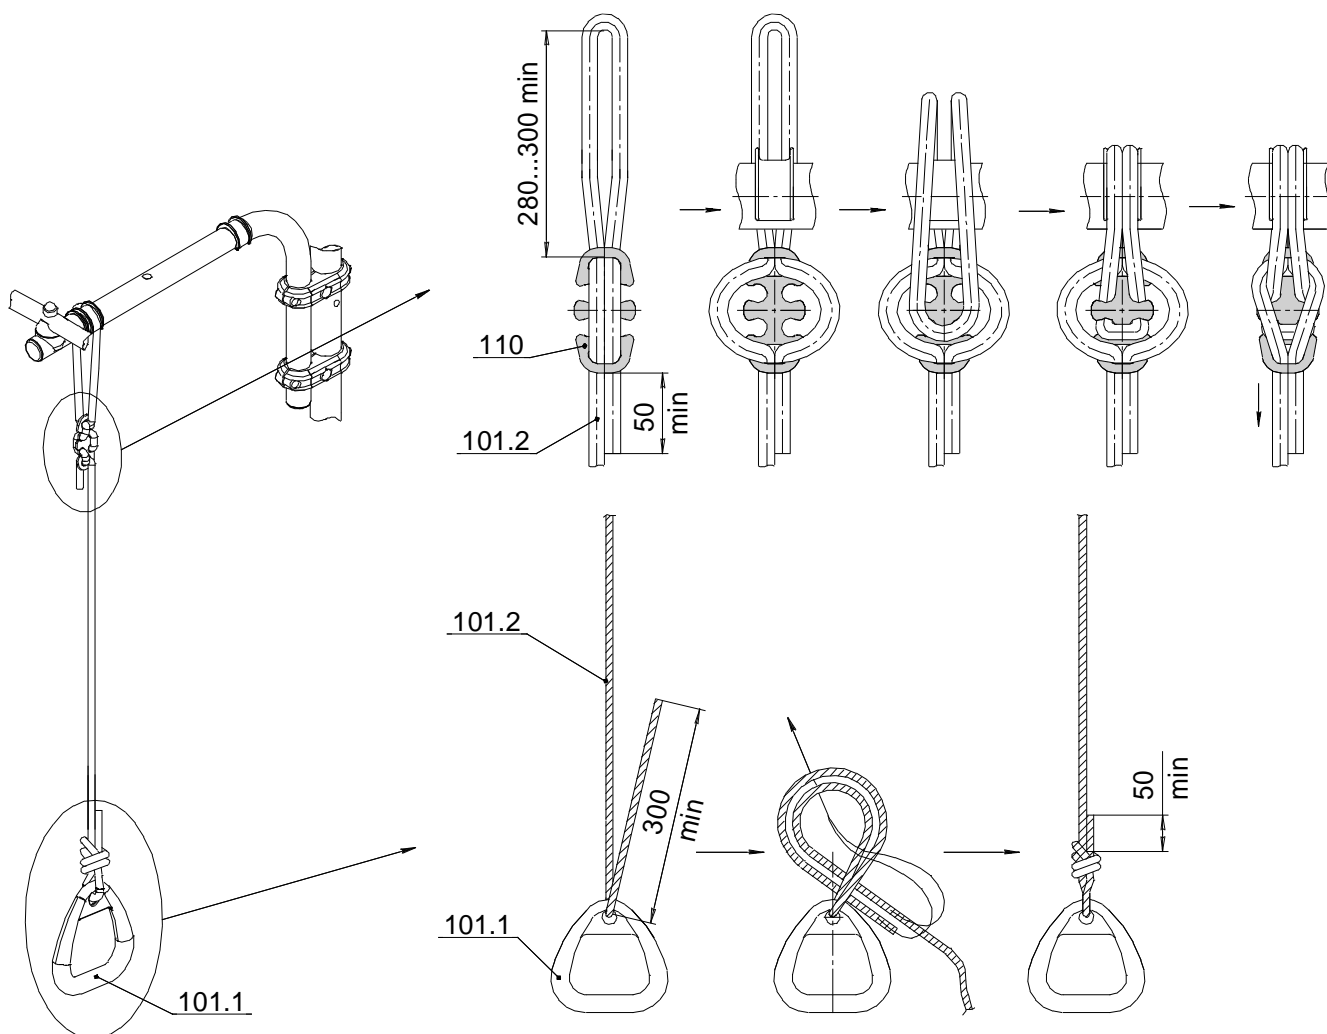

Рис.9
8.6.3 Собрать и повесить кольца гимнастические согласно рис. 9.